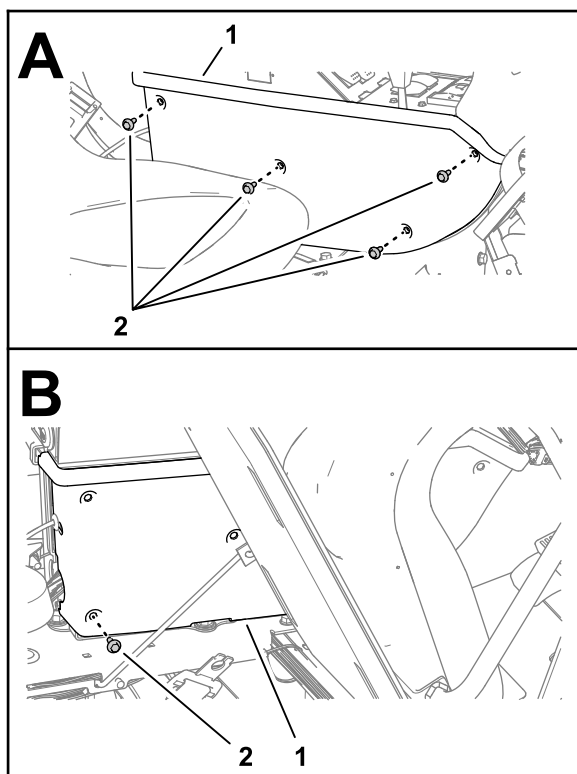

Figura 176
1. Monte el panel lateral en el bastidor de la consola (Figura 176) con 4 tornillos con arandela prensada ($\frac{1}{4}$ " x $\frac{3}{4}$ ").